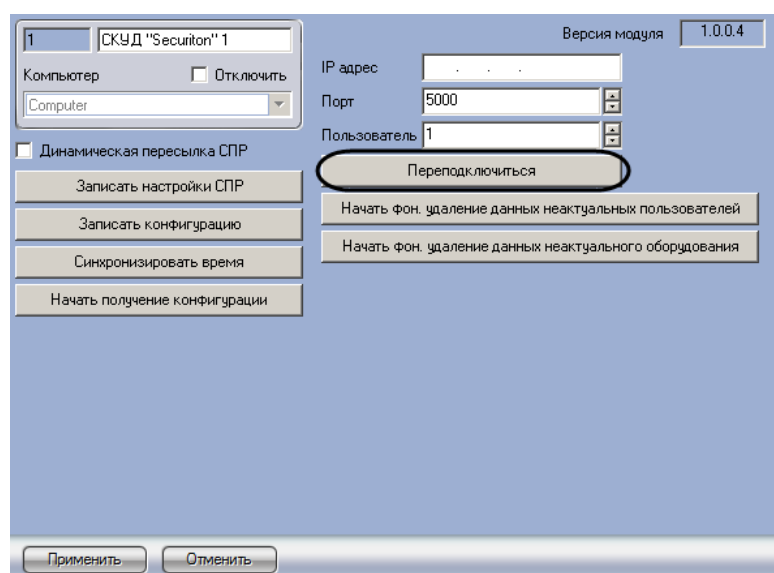

Рис. 3.9—1 Переподключение в Site-контроллере
1. Перейти на панель настроек объекта **СКУД "Securiton"** (Рис. 3.9—1).
2. Нажать на кнопку **Переподключиться** (см. Рис. 3.9—1).